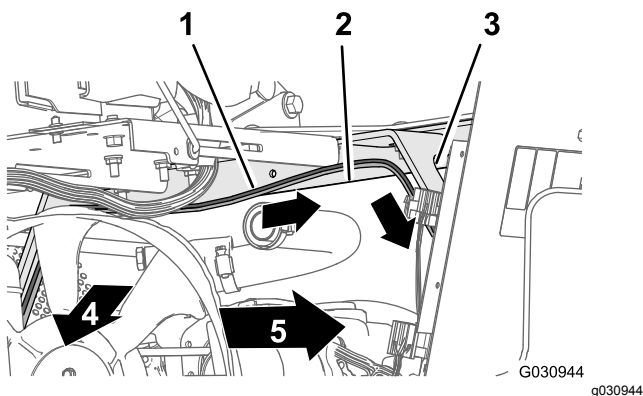

Figura 110
- Disponete la diramazione da 165 cm del cablaggio preassemblato attraverso l'angolo della cassetta del sedile e verso il basso, lungo il supporto sinistro della copertura del motore (Figura 110).